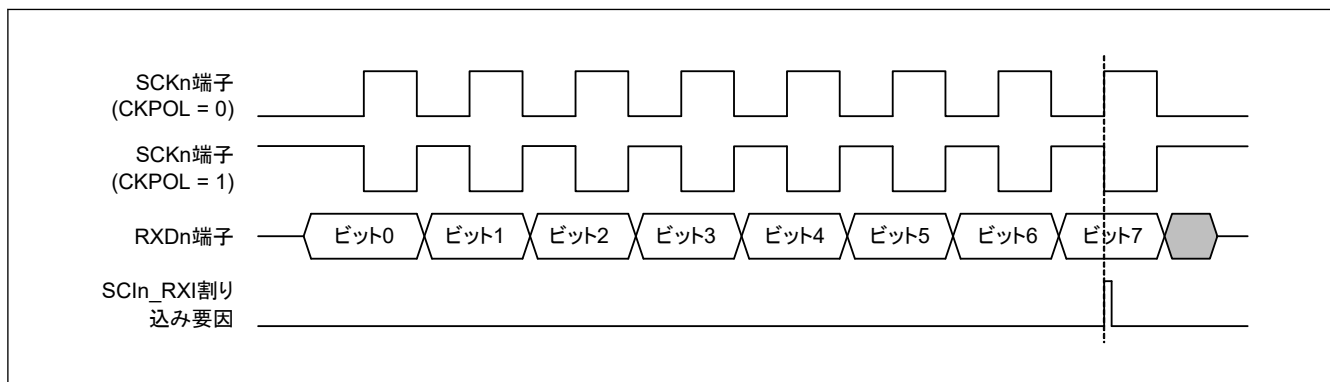

図 24.63 簡易 SPI モードにおける SCI_n_RXI 割り込みの発生タイミング (クロック遅れあり)
- クロック遅れあり (SPMR.CKPH ビット = 1) では、図 24.63 に示すように、SCKn 端子の最終クロックエッジ手前のクロックエッジで受信データフル割り込み (SCI_n_RXI) が発生します。SCR レジスタの TE ビットと RE ビットを SCKn 端子の最終クロックエッジより前に 0 にすると、SCKn 端子出力がハイインピーダンスとなり、送受信クロックの最後のクロックパルス幅が短くなります。また、SCI_n_RXI 割り込みの発生によって、SCKn 端子の最終クロックエッジより前に接続先スレーブの SS_n 端子入力信号が High になった場合、スレーブが誤動作する可能性があります。